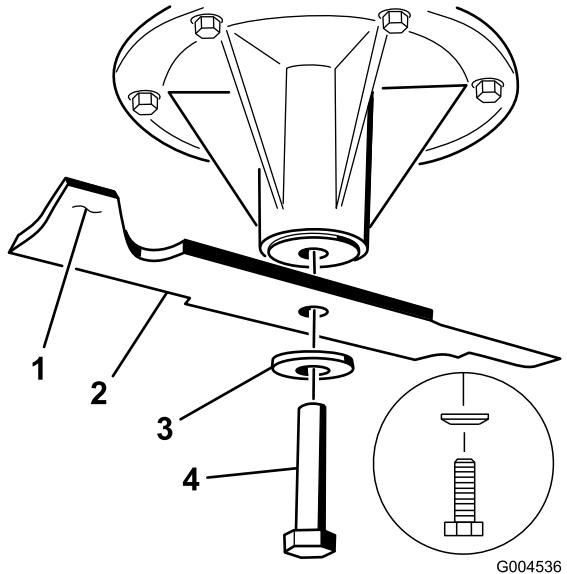

図 80
2. スピンドルのシャフトからブレードボルト、湾曲ワッシャ、ブレードを取り外す(図 80)。
ればバランスがとれているからそのまま使用してよい。もし傾くようなら、重い方の裏面を少し削って調整する(図 80)。バランスがとれるまで調整する。